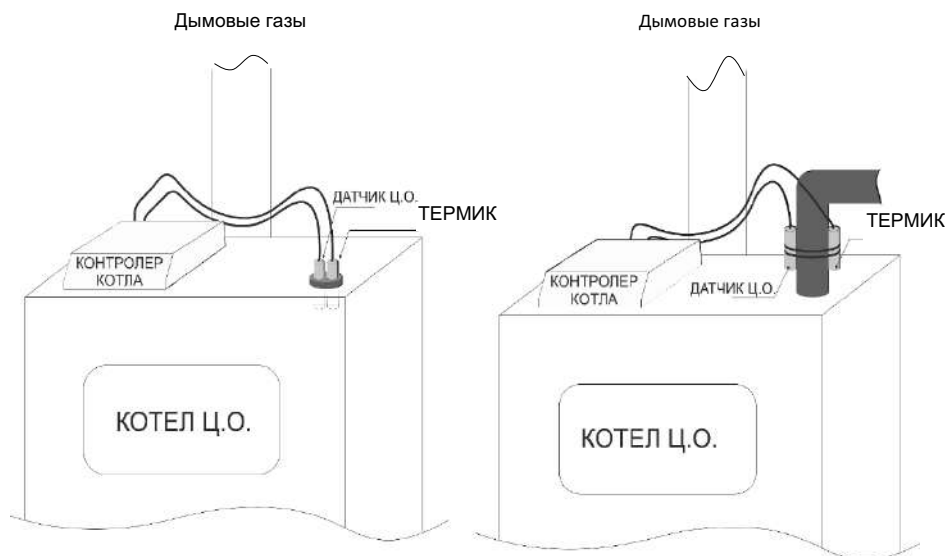

Рисунок 9.2 – Схема размещения термика
– Размещение термика и датчика Котла (см. рис.9.2): термик - это биметаллический датчик, который находится рядом с датчиком температуры Котла в капилляре или на трубе подачи воды в установку ЦО как можно ближе к Котлу. Датчик ГВС устанавливается в бойлере.